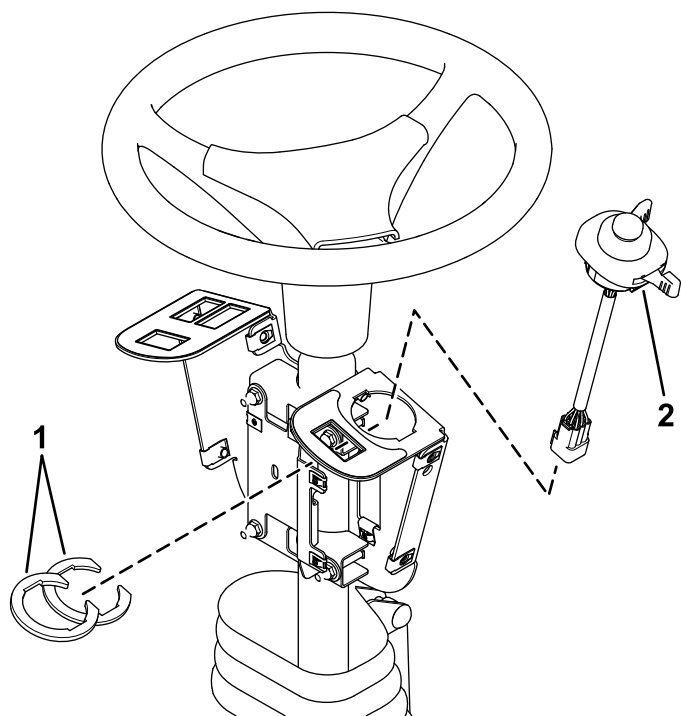

Figure 5
2. Insérez la commande multifonction dans le trou du support des commandes, et fixez-la en place avec les clips placés sous le trou (Figure 5).